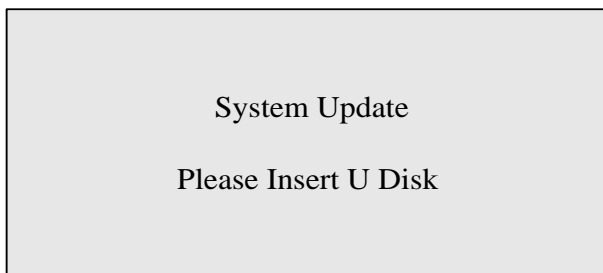

Рис. G-1
1. Для обновления системы одновременно нажмите кнопки  и , на экране появится сообщение как показано на Рис. G-1.